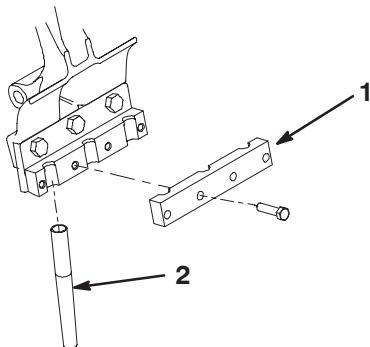

Figure 26
- Montez, sans serrer, un serre-louchets sur chaque porte-louchets au moyen de (4) vis 3/8 x 1-1/2 pouce (Fig. 26). Ne serrez pas la vis.